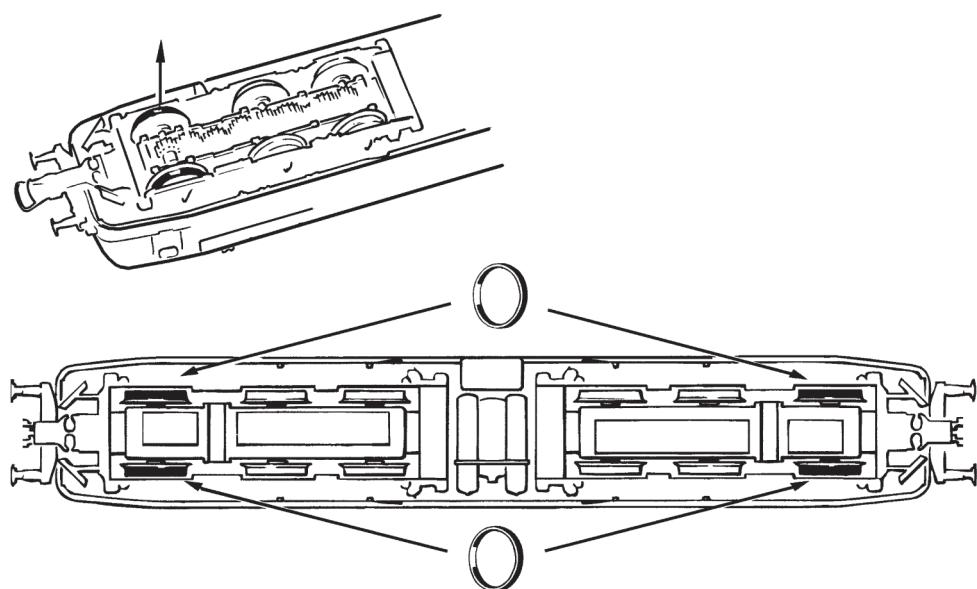

Fig. 10
**1. Reinigung der Radstromkontakte:** Radstromkontakte können auf unsauberer Schienen leicht verschmutzen. Entfernen Sie **vorsichtig** mit einem kleinen Pinsel **den Schmutz** an den in Fig. 10 gekennzeichneten Stellen.
**1. Cleaning of wheel contacts:** Wheel contacts easily get dirty on tracks which are not entirely clean. Use a small brush to **remove dirt** from spots marked in fig. 10.
**1. Nettoyage des lames de courant aux roues:** Les lames de contacts risquent de s'encaisser rapidement sur des voies poussiéreuses. Veuillez **enlever la poussière** aux endroits marqués à la fig. 10 à l'aide d'un petit pinceau souple.